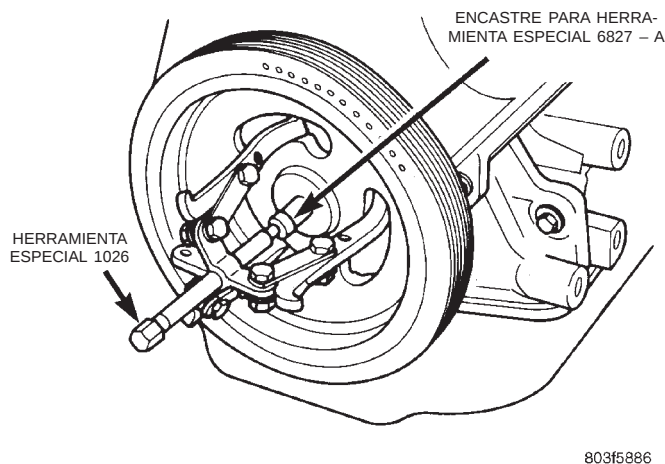

Fig. 52 Amortiguador del cigüeñal—Desmontaje
(3) Retire el perno del amortiguador del cigüeñal. Retire el amortiguador utilizando el lateral grande de la herramienta especial 1026 y el encastre 6827-A (Fig. 52).